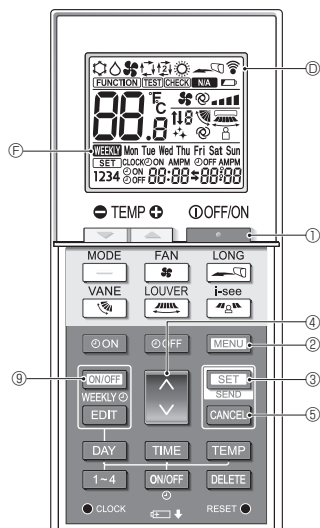

Fig. 5-1
1. Druk op de toets **ON/OFF** ① om de airconditioner te stoppen.
- Als de Week-timer ingeschakeld is, druk dan op de toets **ON/OFF** ⑨ om de timer uit te schakelen. (**WEEKLY** ⑥ verdwijnt.)
2. Druk op de toets **MENU** ②.
- Het functie-instellingsscherm wordt weergegeven en het functienummer ① gaat knipperen. (Fig. 5-1)
- Bij het uitvoeren van elke actie verschijnt ⑩ op het display van de afstandsbediening om aan te geven dat u op de toets **SET** ③ moet drukken om de instellingen te verzenden. Richt de draadloze afstandsbediening op de ontvanger op de binnenunit en druk op de toets **SET** ③ om de instellingen te verzenden. Verifieer dat de binnenunit piept.
1. Druk terwijl het scherm voor elke functie wordt weergegeven op de toets **MENU** ② of de toets **CANCEL** ⑤.